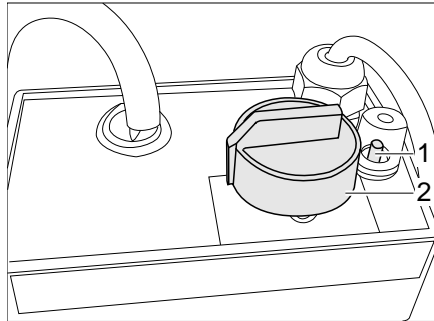

Bild 177 Regler für elektrische Fußbodenheizung
- Den Drehregler (Bild 177,2) auf die gewünschte Heizstufe drehen.
- Den Drehregler (Bild 177,2) auf Stellung "0" drehen.
Wenn der Regler überlastet wird, spricht der Überlastungsschutz an. Der Stift (Bild 177,1) springt heraus.
- Den Stift (Bild 177,1) am Überlastungsschutz eindrücken, wenn der Regler abgekühlt ist.